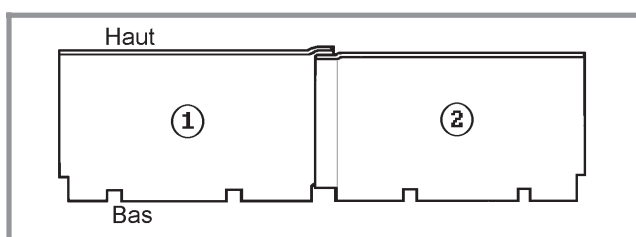
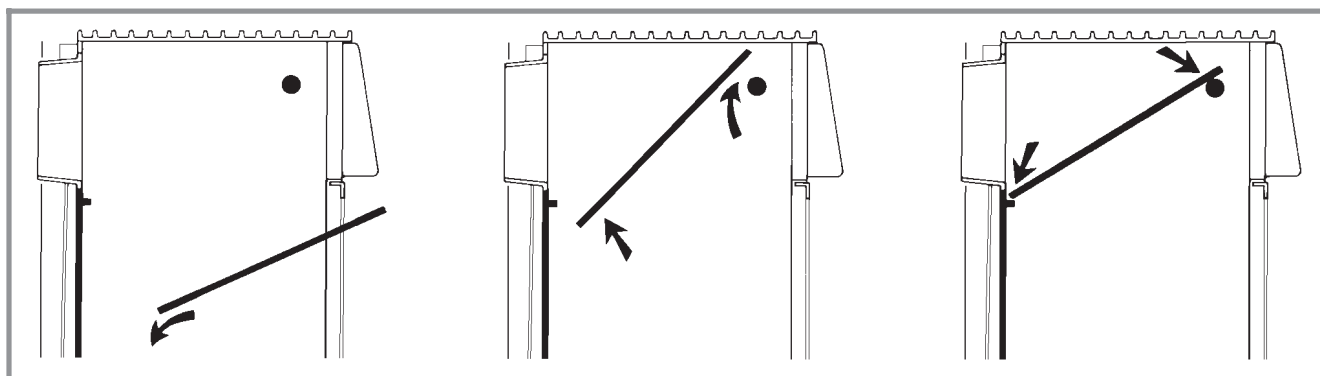

Fig. 4 - Chicane en 2 parties
Fig. 5 - Montage de la chicane
- Monter d'abord la partie gauche **1** (fig. 4 et fig. 5), monter ensuite la partie droite **2**.